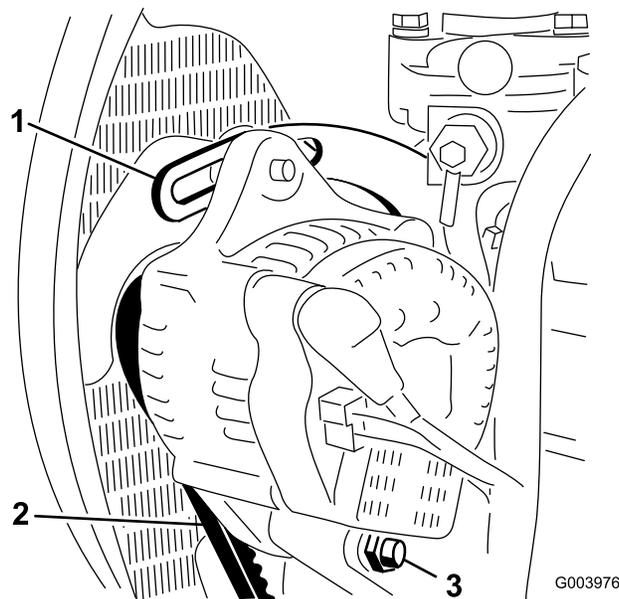

Рисунок 66
- Проверьте натяжение ремня генератора, надавив на него (**Рисунок 66**) посередине между шкивами генератора и коленчатого вала с усилием 10 кг.
- Ослабьте болт крепления скобы к двигателю (**Рисунок 66**), болт крепления генератора к скобе и болт оси поворота.